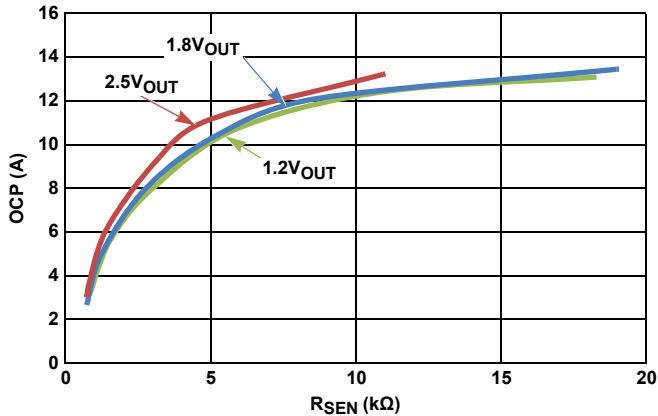

図 31. 5VIN
2.2k $\Omega$  の内蔵  $R_{ISEN-IN}$  を使用すると、OCP レベルはデフォルト値に設定されます。OCP レベルを下げるには、外付けの  $R_{ISEN-EX}$  を OCSET ピンと PHASE ピンの間に接続してください。図 31 ~ 33 に、外付け  $R_{ISEN-EX}$  の値と ISL8200AM における出力電流  $I_{OUT(MAX)}$  の代表的な OCP レベルとの関係を示します。重要な点として、グラフに示された OCP レベルはインダクタ・リップル電流ではなく、平均出力電流であることを注意してください。